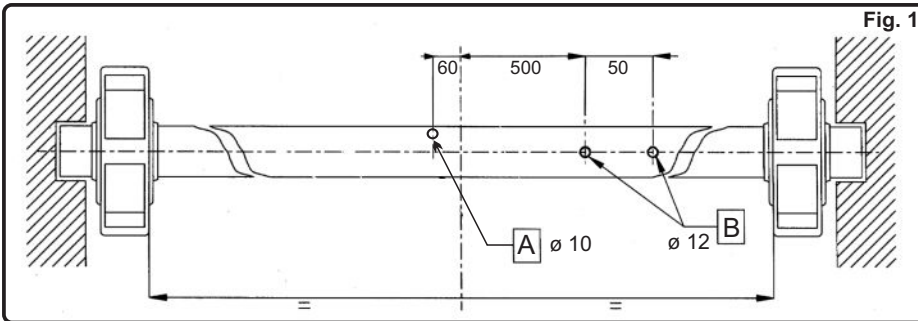

Fig. 2
- C) Smontare la corona del motoriduttore in due metà, svitando le viti M8 (FIG. 2).
- E) Smontare lo chassis del motoriduttore, svitando le quattro viti M8 (FIG. 2).
- G) Accoppiare sull'albero della serranda la parte dello chassis che contiene il motore elettrico con il collare di chiusura, mediante le quattro viti M8 (FIG. 2).
- C) Remove the crown of the motor, unscrewing the screws M8 (FIG. 2).
- G) Assemble on the tube of the shutter the chassis part with electric motor, with the second part of the chassis trough the four screws M8 (FIG. 2).
- C) Démontez la couronne du moteur, en deux moitiés, en dévissant les vis M8 (FIG. 2).
- G) Accoupler sur le tube du rideau la partie du châssis qui contient le moteur électrique, avec la deuxième partie du chassis avec le 4 vis M8 (FIG. 2).
- C) Desmontar la corona del motor en dos mitades, destornillando los tornillos M8 (FIG. 2).
- G) Ensamblar sobre el árbol del cierre metálico la parte del chasis que lleva el motor eléctrico, con la segunda parte de chasis, a través de 4 tornillos M8 (FIG. 2).